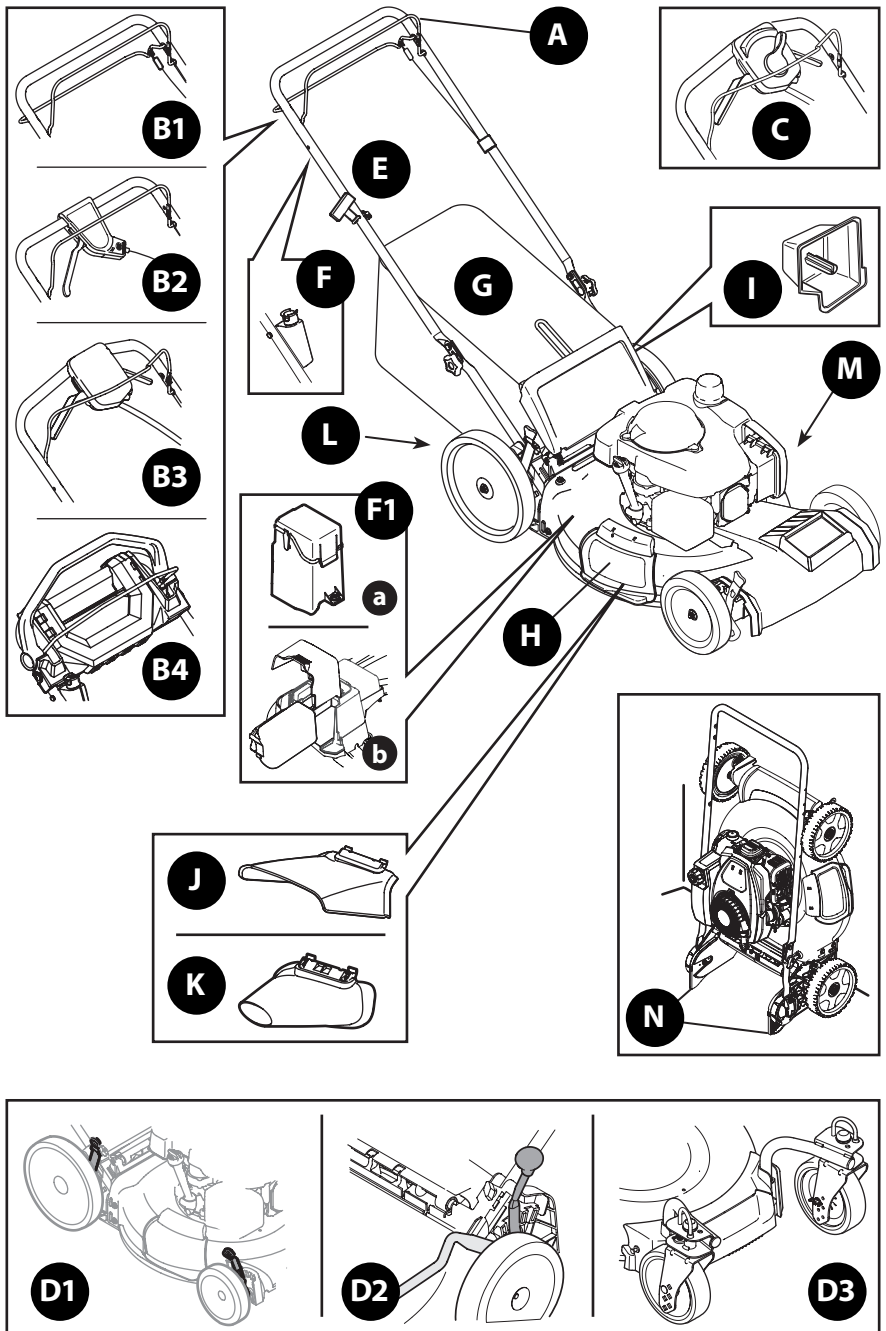

Figure 33
1. Les tondeuses à démarrage électrique sont dotées d'une batterie dans un boîtier (a) ou d'une batterie amovible (b) (Figure 33 à la 62).